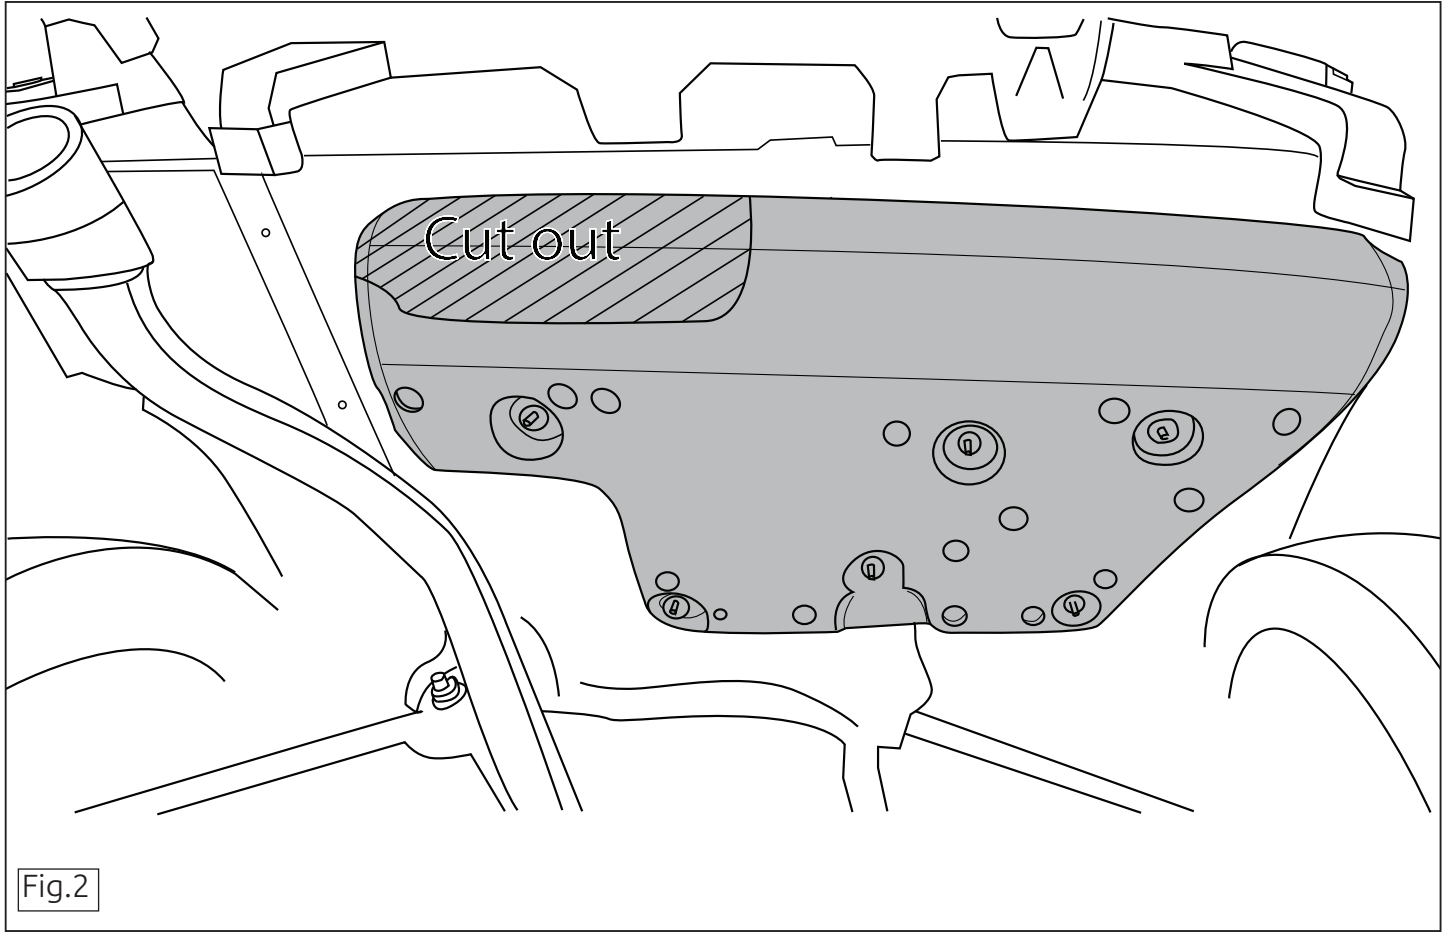

Fig.2
7. **Duster 4WD AdBlue 2021->:** Выпилить обозначенную часть, как указано на рис. 2.